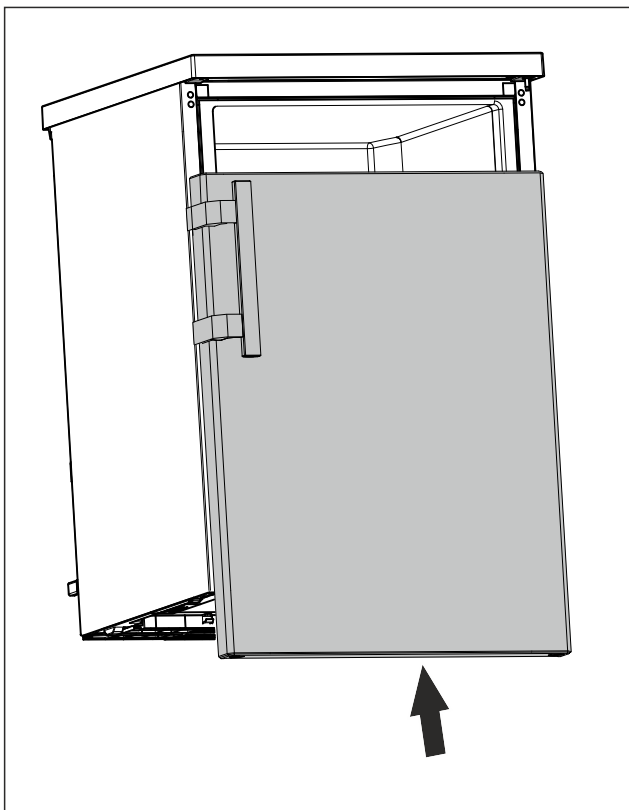

Fig. 19
- ▶ Împingeți ușa în stare închisă pe bolțul superior. (vezi Fig. 19)